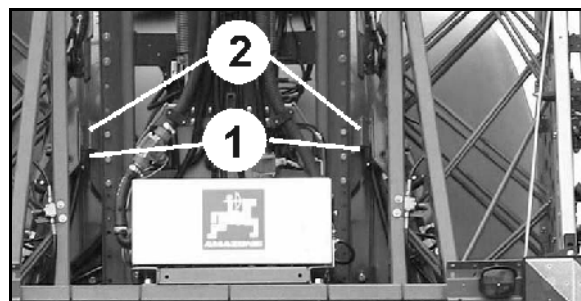

Рис. 66
2. Опускайте штанги опрыскивателя посредством устройства регулировки высоты, пока захватные крепления (Рис. 66 /1) не освободят приемные гнезда (Рис. 66 /2).
Рис. 66 показывает заблокированные штанги опрыскивателя.
Откорректируйте положение штанг опрыскивателя при помощи регулировки наклона, если захватные крепления (Рис. 66 /1) не вошли в приемные гнезда (Рис. 66 /2).